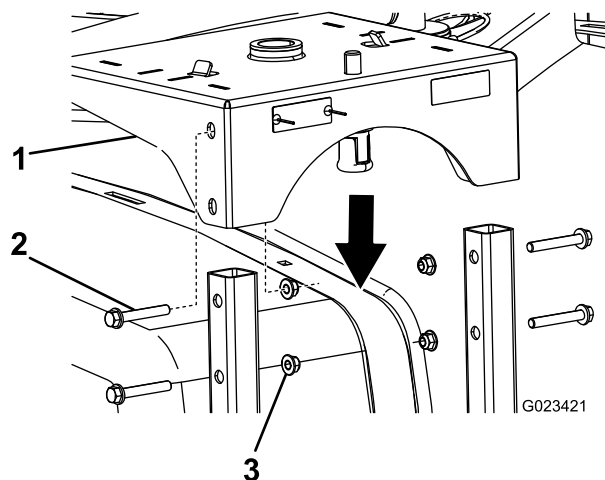

Figura 3
3. Baje la base del carrete de la manguera sobre los bastidores del carrete de la manguera, y sujételos con 4 pernos largos (3/8") y 4 tuercas con arandela prensada (3/8"), según se muestra en Figura 3.